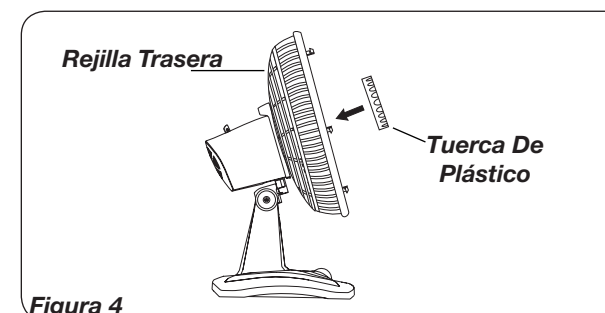

Figura 4
4. Asiente la *Rejilla Trasera* y sujetela con la *Tuerca De Plástico* HACIA LA DERECHA. (Figura 4)